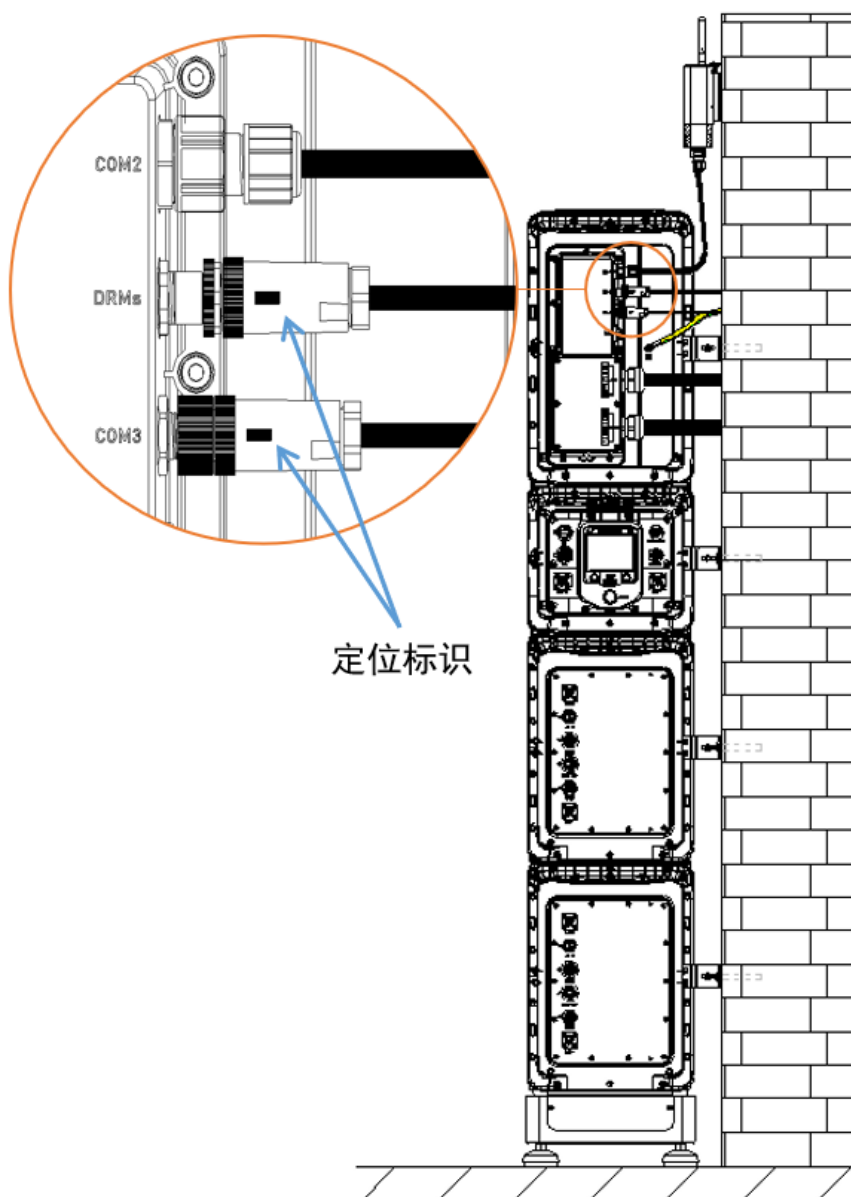

图7-10-9
Step 5: 将“DRMs连接线”连接到EP2000的对应接口，插接M12插头时，为了与插座定位槽匹配，需将定位标识朝向操作人员。另外用户可自备网线，然后利用配件中的RJ45接头压接所需的网线。如图7-10-9。